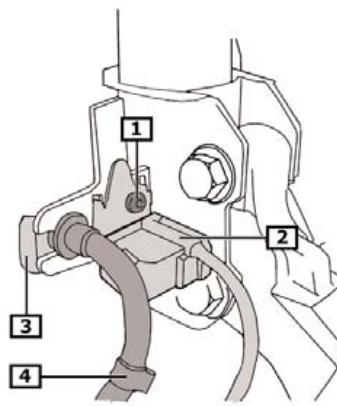
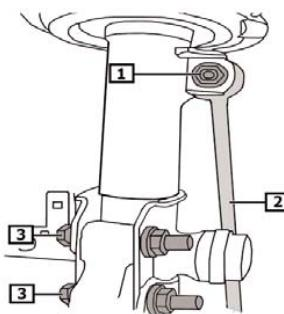
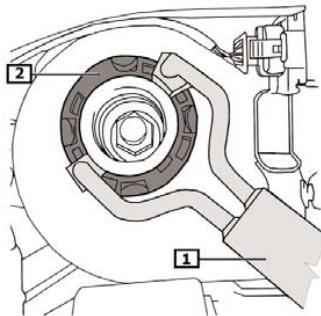

Fig. 4:
Fig. 5:
Fig. 6:
- **Fig. 4** Halteklammer (3) abziehen.
- Bremschlauch (4) aus dem Halter lösen.
- Schraube entfernen (1).
- CDC Sensor (2) mit Halterung abnehmen.
- **Fig. 5** Mutter (1) abschrauben.
- Koppelstange (2) vom Federbein trennen.
- Schrauben (3) entfernen.
- **Fig. 6** Federbein mit Zapschlüssel festhalten. Sicherungsring (2) entfernen.
- **Fig. 4** Remove retaining clamp (3).
- Detach brake hose (4) from bracket.
- Remove screw (1).
- Remove CDC sensor (2) with bracket.
- **Fig. 5** Unscrew bolt (1).
- Detach coupling rod (2) from suspension strut.
- Remove screws (3).
- **Fig. 6** Hold suspension strut securely with a pin wrench. Remove lock ring (2).
- **Fig. 4** Retirer l'agrafe de support (3).
- Enlever le flexible de frein (4) du support.
- Enlever la vis (1).
- Ôter le capteur CDC (2) avec son support.
- **Fig. 5** Dévisser l'écrou (1).
- Séparer la biellette de connexion (2) de la jambe de force.
- Enlever les vis (3).
- **Fig. 6** Maintenir en place la jambe de force à l'aide d'une clé à ergots. Enlever le circlip (2).
- **Fig. 4** Retirar la grapa (3).
- Soltar el manguito del freno (4) de la sujeción.
- Retirar el tornillo (1).
- Quitar el sensor CDC (2) con el soporte.
- **Fig. 5** Desatornillar la tuerca (1).
- Soltar la barra de acoplamiento (2) del amortiguador.